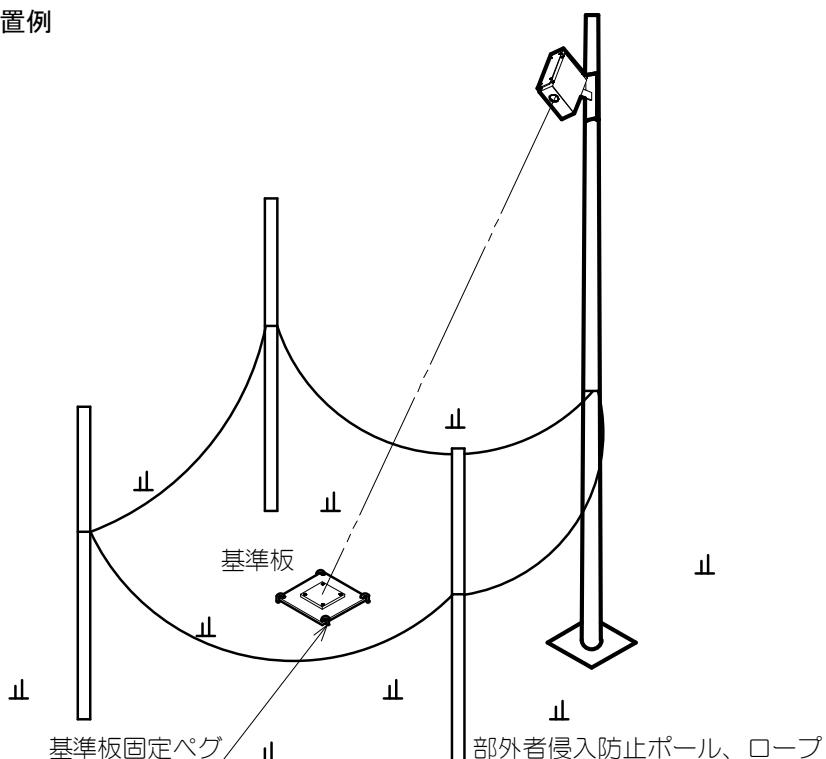

図3
- ② 屋外での接続ケーブル引き回しは、必ず保護管（市販品）を使用してください。
③ 測定ポイントに人が入って荒らされないように、柵の中に設置するか、図3のように3~4本のポールを立て細いロープを張る（高さ最大積雪深+約1m）等の予防措置をお薦めします。
④ レーザー光の反射ターゲットは、必ず付属の基準板を使用してください。
⑤ 後述の動作試験時、レーザー光（赤色）が基準板の中央にあることを確認の上、ペグを打込み固定してください。この時、レーザー投・受光部は、絶対に直接覗き込まないでください。